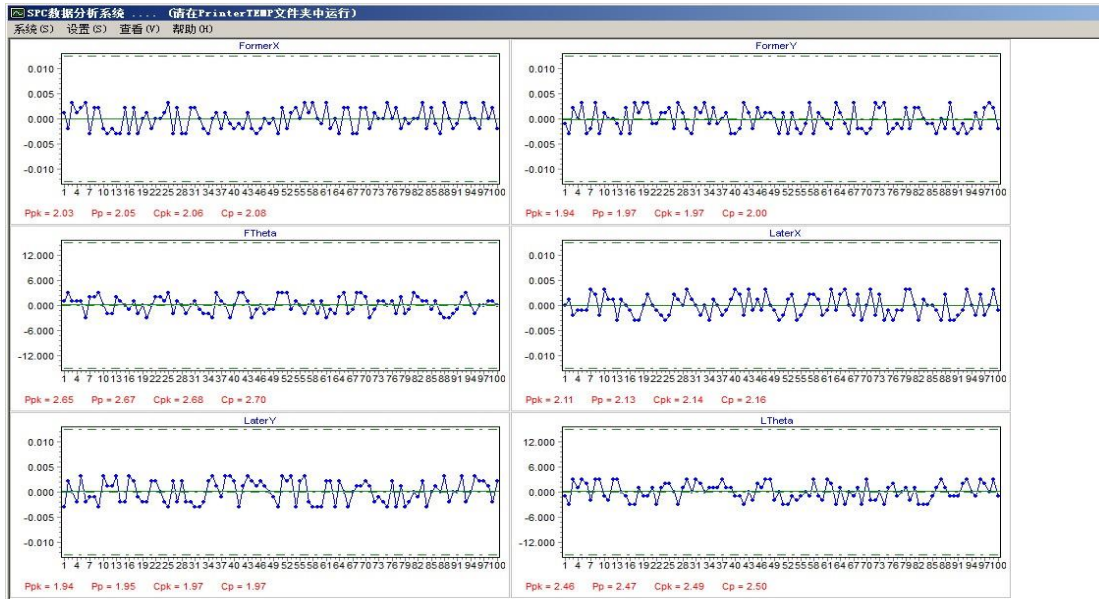

图 7-5 Pix 7-5
5、回到 PT 软件主界面，确认生产设置中的选项跟图 7-3 一致，点软件界面上的开始按钮，将 PCB 放入机器轨道一端，开始测试。点击PT软件主界面上 “SPC” 按钮。采样 100 次。得出图 7-5 或者图 7-6 中的结果。